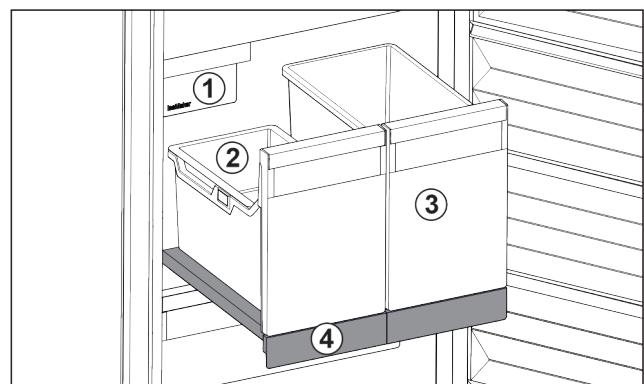

Fig. 88 Izvlačna ploča s IceTower
- (1) IceMaker
- (2) Ovjesna posuda za kockice leda
- (3) Spremnik za npr. pizzu, alkoholna pića
- (4) Izvlačna ploča
Na izvlačnoj ploči se nalaze dva visoka spremnika (IceTower). U spremniku se skupljaju i spremaju Fig. 88 (2) kockice leda iz IceMaker. Spremnik Fig. 88 (3) je prikladan za čuvanje visokih namirnica kao što su pizza ili alkoholna pića.